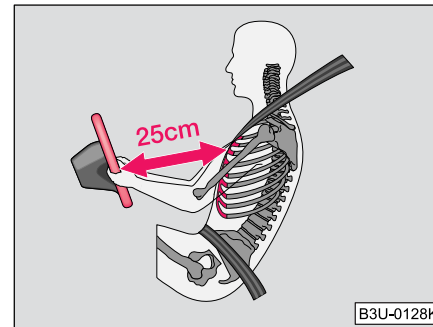

Abb. 102 Sicherer Abstand vom Lenkrad ▶
- Für den Fahrer und Beifahrer ist es wichtig, einen Abstand von mindestens 25 cm vom Lenkrad bzw. von der Schalttafel einzuhalten ⇒ Seite 125, Abb. 102. Wenn Sie den Mindestabstand nicht einhalten, kann Sie das Airbag-System nicht schützen - Lebensgefahr! Außerdem müssen die Vordersitze und die Kopfstützen immer der Körpergröße entsprechend richtig eingestellt sein.